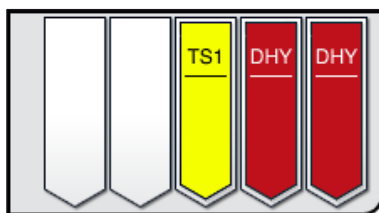

Fig. 85
- Dopo che un portavetrini ha esaurito il processo di colorazione, viene trasferito nel cassetto di uscita (→ "Fig. 19-4") e messo in posizione libera (→ "Fig. 85"). L'utente viene informato di questa operazione tramite un messaggio informativo e un segnale acustico.